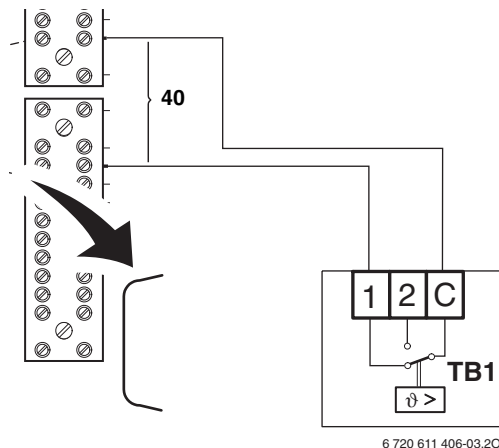

Bild 18 Anschluss TB 1 am Heizgerät – Brücke entfernen!
- Kabel entsprechend Bild 18 anschließen (Brücke entfernen).